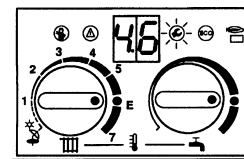

Рис. 44
- После освобождения, сервисклавиша высвечивает в течение 5 секунд, напр., "4.6.", после этого "00." или "01." и клавиша светится, рис. 44.